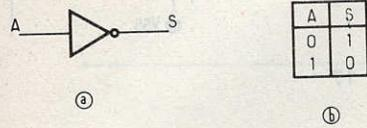

Fig. 11
3) L'inverseur NON (fig. 11)
On peut avoir besoin d'inverser un niveau logique, cela est possible et s'écrit $S = \bar{A}$, qui se lit S vaut A barre (fig. 11.a).
L'inverseur est la seule porte qui ne peut avoir qu'une seule entrée comme le montre sa table de vérité (fig. 11.b). On constatera que sa représentation symbolique est proche de celle de l'amplificateur (fig. 11.c).